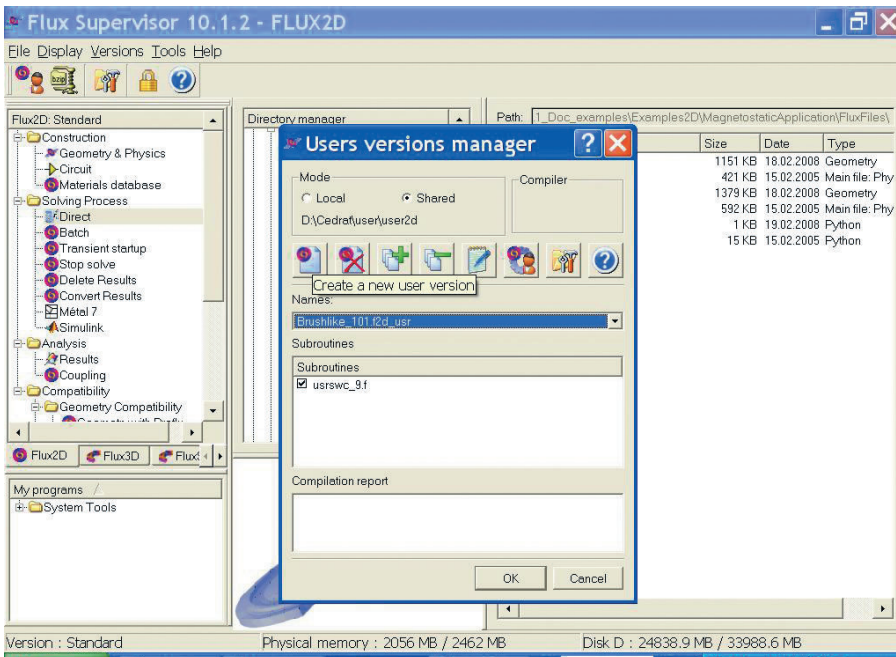

Рис. 2. Презентация работы Flux Supervisor 10.1.2 – интерфейсное окно менеджера пользовательских версий Users versions manager
- Lamination_101 – принятие в расчёт расслоения материалов без определения геометрии листов (Flux 3D 10.1 и FluxSkewed). Менеджер версий Users versions manager, вызываемый с панели инструментов (см. рис. 2), указывает на местоположение каталога с файлами пользовательской версии. Два главных местоположения выбираются в режиме Mode. Выбор кнопки Local позволяет пользователю определить данное расположение, выбор Shared означает, что будут использоваться указанные выше стандартные директории.